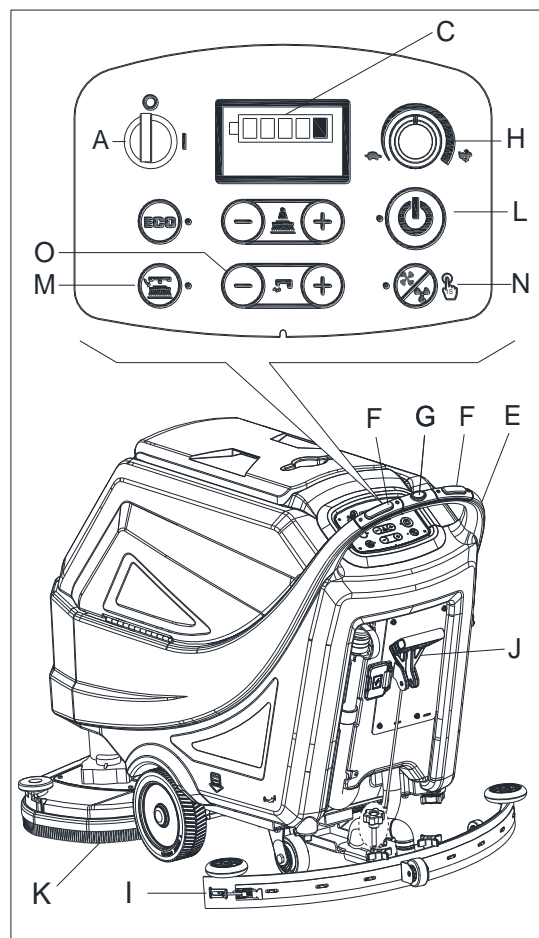

Рис. 13
2. Вставьте ключ зажигания (А, Рис. 13) и поверните его в положение «I». Проверьте состояние батарей на экране дисплея. При необходимости зарядите батареи (см. процедуру в главе «Техническое обслуживание»).
- Нажмите любой из переключателей безопасности (F) для движения вперед или нажмите переключатель безопасности (F) вместе с переключателем заднего хода (G) для движения назад. Передняя скорость может регулироваться при помощи регулировки (H).
4. Опустите скребок (I) при помощи Рукоятки поднятия/опускания скребка (J).
5. Опустите щеточную деку (K), нажав на кнопку быстрого запуска (L)
6. Нажмите на контрольные кнопки подачи раствора (O) как это необходимо, в зависимости от типа уборки.
- Нажмите любой из переключателей безопасности (F) для активации приводной системы машины. При необходимости передняя скорость может регулироваться при помощи регулировки (H).
Для движения машины вперед, нажмите левый или правый переключатель безопасности (F, Рис. 13) или оба.
8. Остановите машину, отпустив переключатели безопасности (F, Рис. 13)
10. Поднимите щеточную деку (K), нажав на кнопку быстрого запуска (L).
11. Поднимите скребок (I) при помощи Рукоятки поднятия/опускания скребка (J).
12. Поверните ключ зажигания (A) в положение «0».